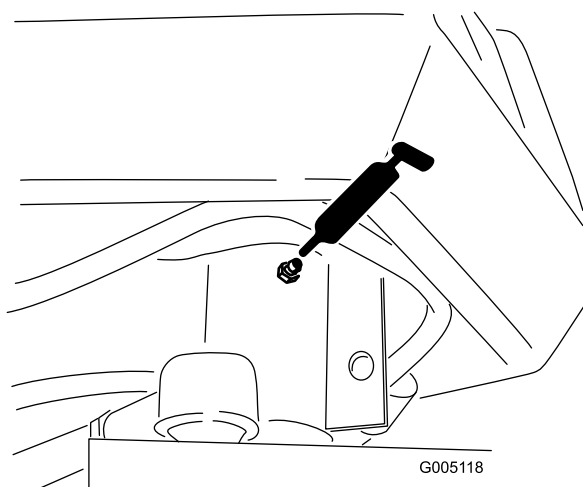

図 25
- ・ ステアリング・フォークのシャフト：1か所（図 25）